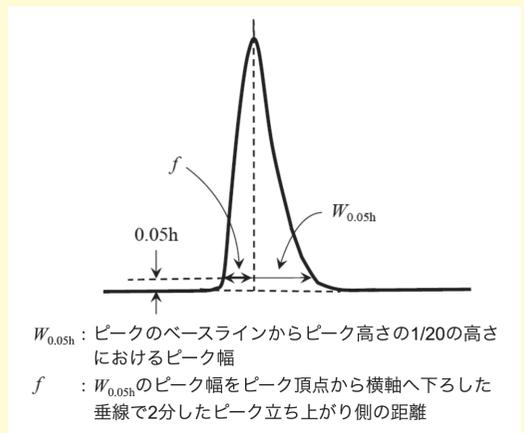

図2
シンメトリー係数 (symmetry factor, S) (テーリング係数とも呼ばれる) は、ピークの対称性の度合いを示す係数で、図2に基づき (5) 式で与えられます。